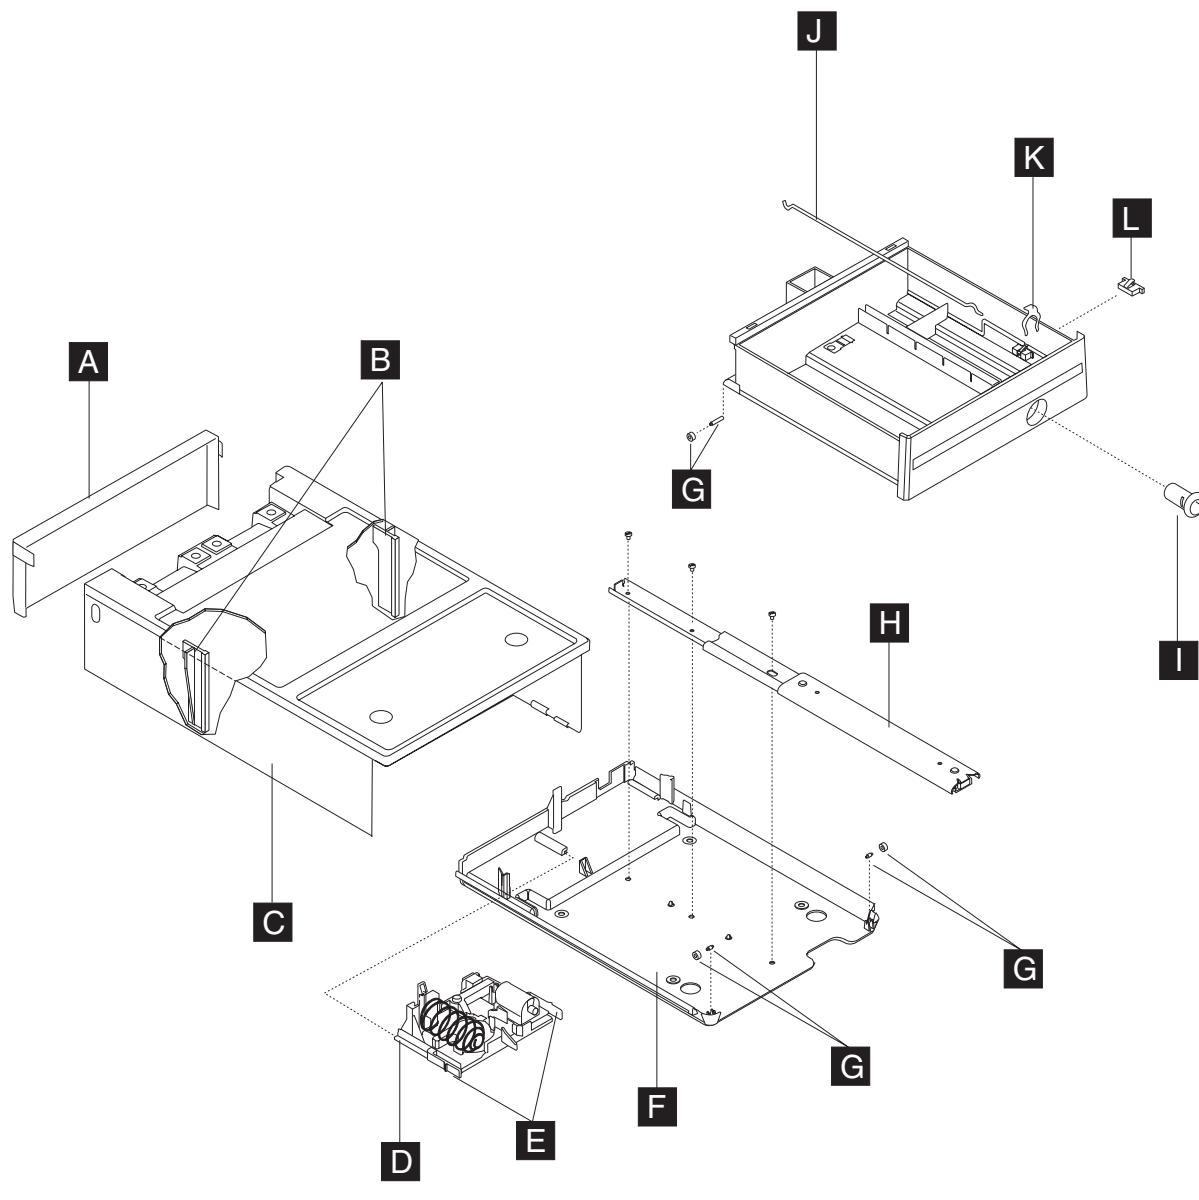

图 43. 轻巧型现金抽屉组合件
6. 当将顶盖滑到后端时, 双手抓住前端并将两个外盖插销推出。请参阅第 55 页的图 43。
2. 卸下将滑板安全固定到底座的三个螺丝, 并卸下滑板组合件。请参阅第 55 页的图 43。
3. 卸下将键锁组合件固定在抽屉内部的锁紧夹。请参阅第 55 页的图 43。
5. 要更换键锁组合件，请确保锁传动器杆在第 55 页的图 43 中显示的位置。